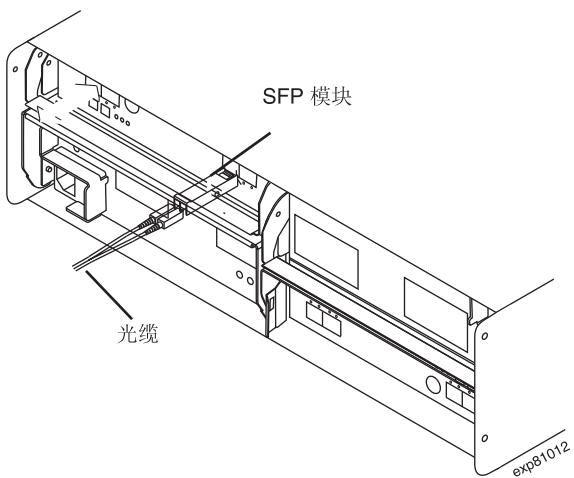

图 26. 安装 SFP 模块并将 LC-LC 电缆连接到 EXP5000
3. 如第 40 页的图 26 中所示，将 SFP 模块安装到 EXP5000 后部的 SFP 端口中；然后将 LC-LC 电缆的另一端连接到 SFP 模块。